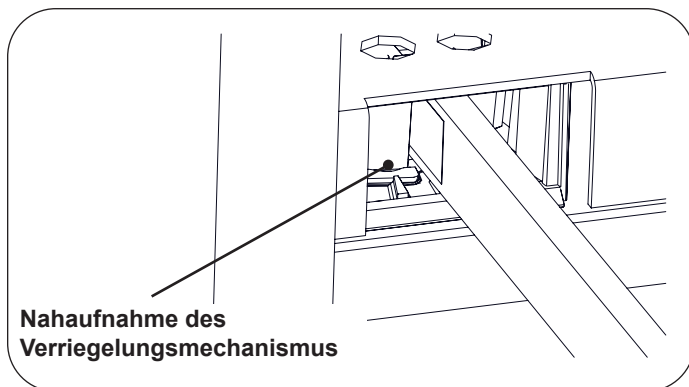

Figure 10. Fußhalter-Verriegelungsmechanismus
1. Um die Fußhalter zu bedienen, greifen Sie das Ende des Fußhalters an und ziehen Sie ihn gerade aus dem Tisch heraus (Figure 10). Heben Sie den Fußhalter leicht an, während Sie ihn herausziehen.
2. Wenn die gewünschte Position erreicht ist, senken Sie den Fußhalter ab, um den seitlichen Verriegelungsmechanismus in Eingriff zu bringen (Figure 10 und Figure 11).